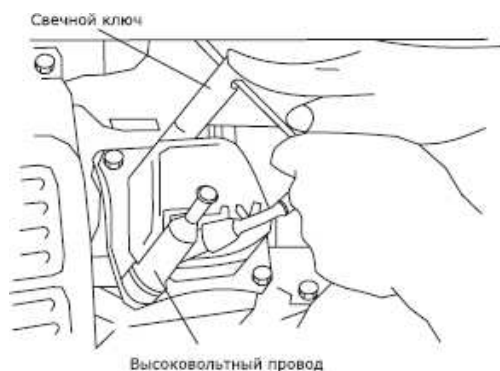

Рис. 4
2. Отсоедините высоковольтный провод (рис.4).